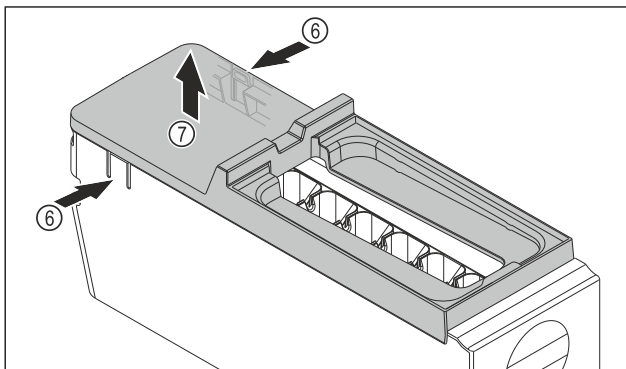

Fig. 106
- Afdekking van de EasyTwist-Ice-corpus wegnemen: Strips Fig. 106 (6) aan beide zijden van de EasyTwist-Ice-corpus met een hand indrukken.
- Afdekking Fig. 106 (7) met de andere hand van bovenaf wegnemen.